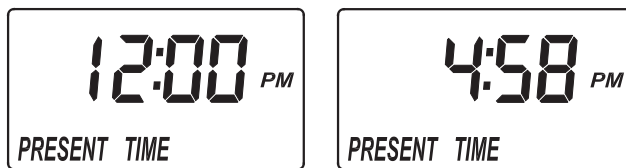

РИС. 23
1. Если на дисплее не отображаются слова "ТЕКУЩЕЕ ВРЕМЯ" (PRESENT TIME) (см. Рисунок 23), несколько раз нажмите кнопку ВЫБОР (SELECT) — до тех пор, пока эти слова не появятся на дисплее.